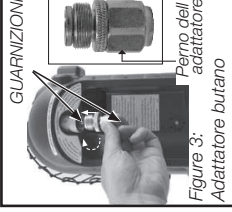

Figura 3: Adattatore butano
posizione e in buone condizioni prima di collegare alla cartuccia del gas. Figura 3. Non utilizzare un'apparecchiatura con guarnizioni danneggiate o usurate. Non utilizzare un'apparecchiatura che presenta perdite, danni o che non funziona correttamente.
- Per utilizzare con miscela butano/propano (G30+G31): Avvitare l'adattatore di ottone in senso orario sul regolatore della stufa portatile (dal fondo) fino a che non sia ben serrato. Vedere Figura 3. Non utilizzare sigillanti per filettature su questo collegamento. Avvitare la cartuccia con miscela butano/ propano sull'adattatore (in senso orario), una volta che il perno dell'adattatore inizia a girare la cartuccia è collegata, quindi posizionare la cartuccia nel supporto.